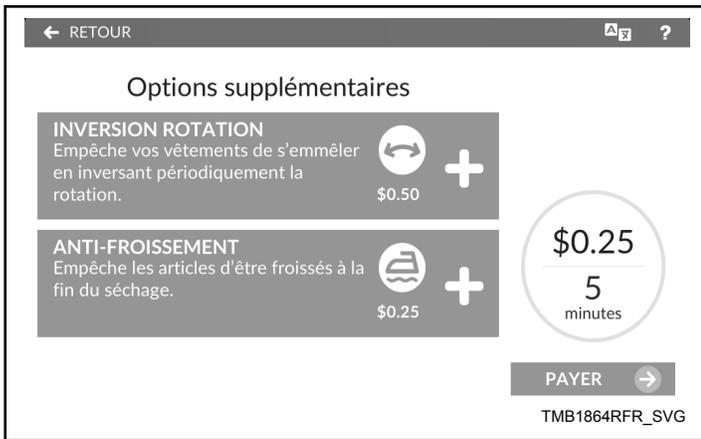

Figure 24
3. Si programmées, sélectionner les options désirées à partir du menu Options additionnelles. Le prix de vente et la durée de cycle seront modifiés en conséquence. Lorsque l'on a terminé d'ajouter des options, appuyer sur PAYER (voir Figure 24).